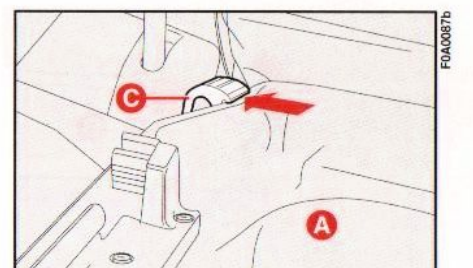

Abb. 125
3) Die beiden Teile der Hutablage mittels der Gummihalter **C**, **Abb. 125** befestigen.